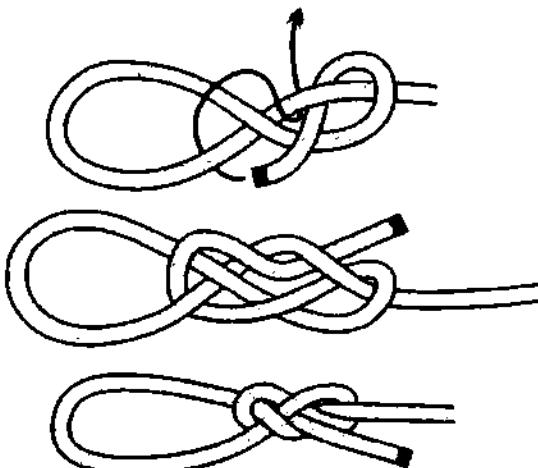

Рис. 403. Кабестановая петля.
**Кабестановая петля** надёжная и крепкая, одинаково хорошо держит как на мягких, так и на жёстких верёвках (рис. 403). Чтобы изменить размер **кабестановой петли**, необходимо прежде ослабить узел и потом уже регулировать петлю.
Обратите внимание, **кабестановая петля** и **перекрёстный зажим** вяжутся почти одинаково (рис. 403, 405). Лишь на заключительном этапе вязки ходовой конец у обеих петель пропускается по-разному. **Кабестановая петля**, **перекрёстный зажим**, **защемляющий узел** и **трансформер** не только надёжны, но вместе с тем и красивы – по форме они напоминают плетёную **косичку**.